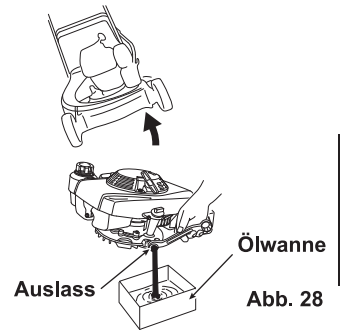

Abb. 28
- 1 Nehmen Sie den Öltankverschluss ab. (Siehe Abschnitt 8.1.1) (Siehe Abb. 28)